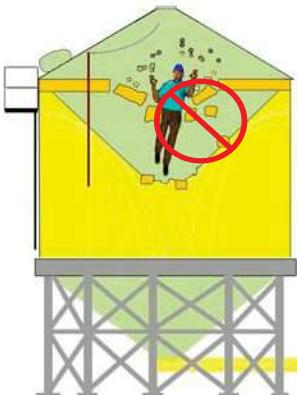

Figure 10a. Croûte et pontage des grains
3. N'entrez jamais dans un silo dont vous ne connaissez pas la nature du grain précédemment retiré, en particulier s'il y a des **croûtes** ou **des ponts** verticaux ou horizontaux visibles. Voir la **figure 10a**, à gauche. Il peut y avoir un blocage du flux, des moisissures toxiques, des cavités vides, des effondrements ou toute combinaison de ces éléments, ce qui peut entraîner un piégeage/engloutissement et une suffocation.
10. Prévoyez *pour chaque personne qui entre dans le silo* au moins deux (2) **assistants correctement équipés** postés à l'extérieur du silo, dont la seule tâche consiste à suivre en permanence la personne qui se trouve dans le silo et à communiquer avec elle, à lui porter assistance si nécessaire et à être capables de la sortir du silo sans y entrer eux-mêmes. **Ne comptez jamais** sur un seul (1) assistant, que ce soit sur le toit, au sol ou à tout autre endroit éloigné, à qui vous pourriez crier des instructions *pour démarrer ou arrêter l'équipement*. (Le bruit de l'équipement ou d'autres sons peuvent couvrir les ordres ou les appels à l'aide.) Un seul assistant ne peut pas aller chercher de l'aide et prodiguer les premiers soins à l'extérieur, et il risque de tomber ou de faire un effort excessif en courant vers le point de contrôle.